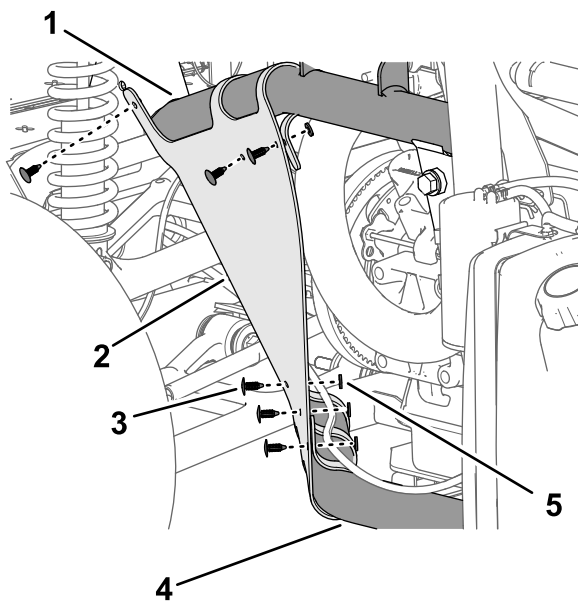

Bild 215
2. Befestigen Sie die innere Kotflügelhaube mit den sechs Eindrückbefestigungen an den Rahmenrohren (Bild 215).
3. Fluchten Sie die Löcher im Kotflügel mit den Löchern im Rahmen der Maschine aus, wie in Bild 215 abgebildet.